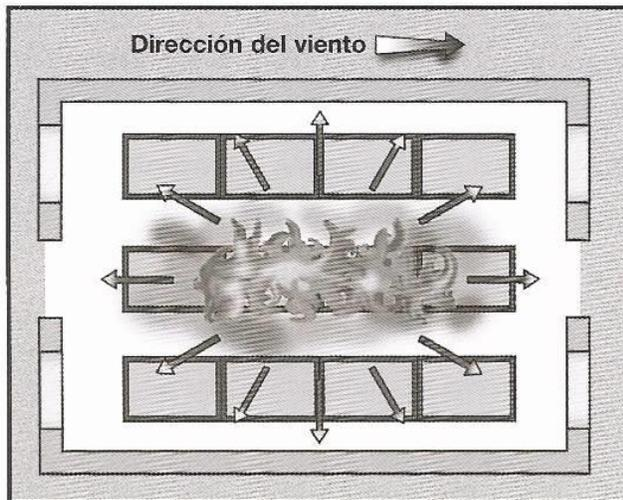

Figura 10.45 El fuego puede propagarse rápidamente en todas direcciones en una zona grande.
- A través de un espacio abierto por medio del calor irradiado o de corrientes de aire de convección (véase la figura 10.45)